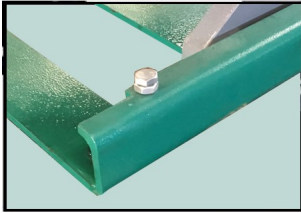

图 20
- 若基础不平引起平台不平，用板手调节主机底板上的调节螺栓（图 20），